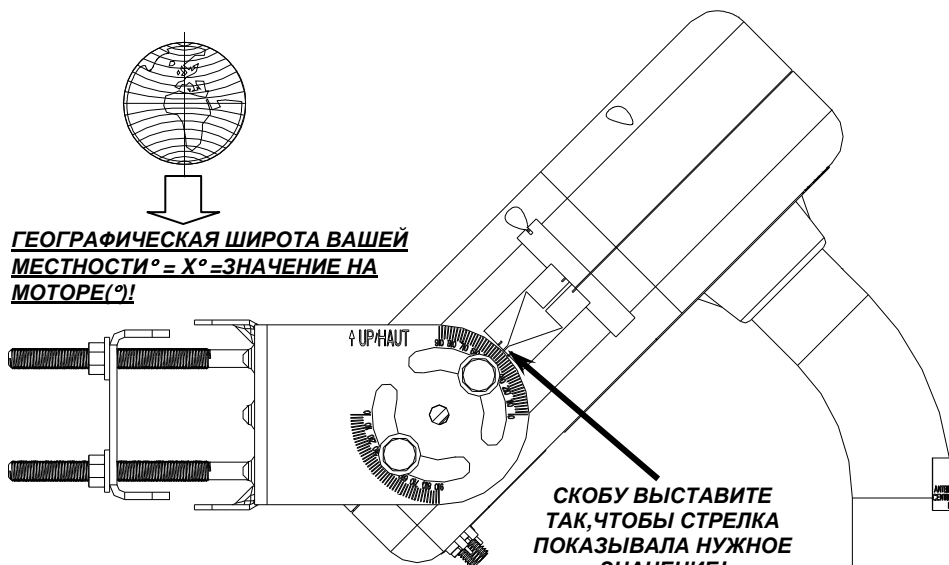

Рисунок J.2
2. Скобу мотора (рисунок J.1) необходимо выставить на угол, который соответствует вашей географической широте. Географическая широта ( $X^\circ$ ) соответствует значению на моторе. Например : для Парижа с географической широтой  $49^\circ$  - это  $49^\circ$ . Для Словении с географической широтой  $46^\circ$  - это  $46^\circ$  (рисунок J.2). Болты (рисунок J.1- 1/6) необходимо без страха закрутить, т.к. в моторе стандартные металлические гайки.